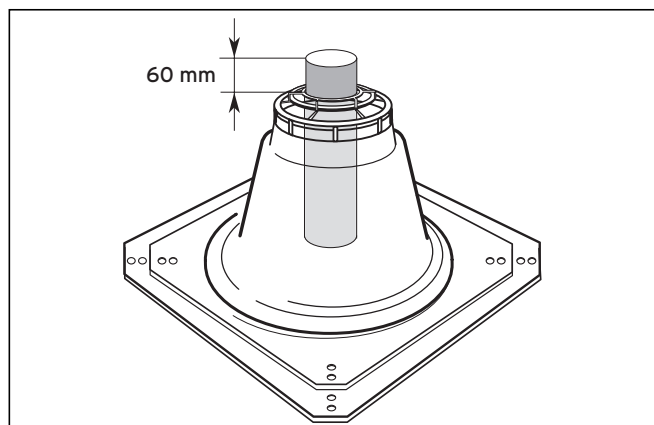

Fig. 4.17 Longueur de la conduite supérieure d'évacuation des fumées
- Etanchez le bord de la bouche de la cheminée avec de la silicone (3).
- Le cas échéant, vous pouvez réduire la base du chapeau de la cheminée (2) (en sciant le bord).
- Fixez la base du chapeau de la cheminée (2) avec quatre vis sur le bord de la bouche de la cheminée.
- Contrôle : la conduite doit dépasser d'au moins 60 mm de la base du chapeau de la cheminée (cf. fig. 4.17).
- Bloquez la calotte du chapeau de cheminée (1) sur l'extrémité supérieure de la conduite d'évacuation des fumées.